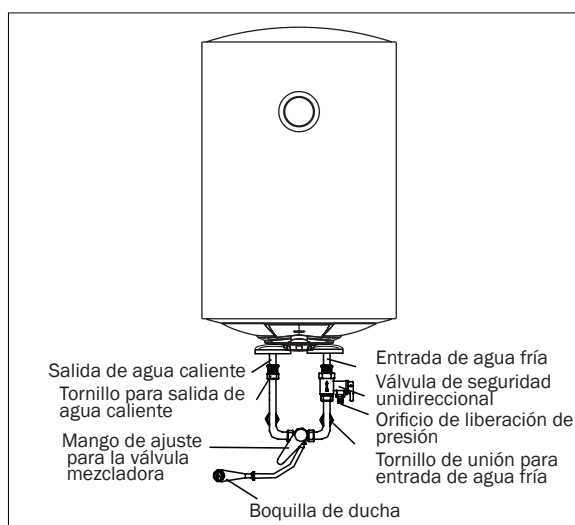

Fig. 3
- Com o fim de evitar fugas ao ligar os tubos, as juntas de vedação em borracha fornecidas com o termo devem juntar-se ao final dos fios (ver fig.3.) Assegurar juntas à prova de fugas.